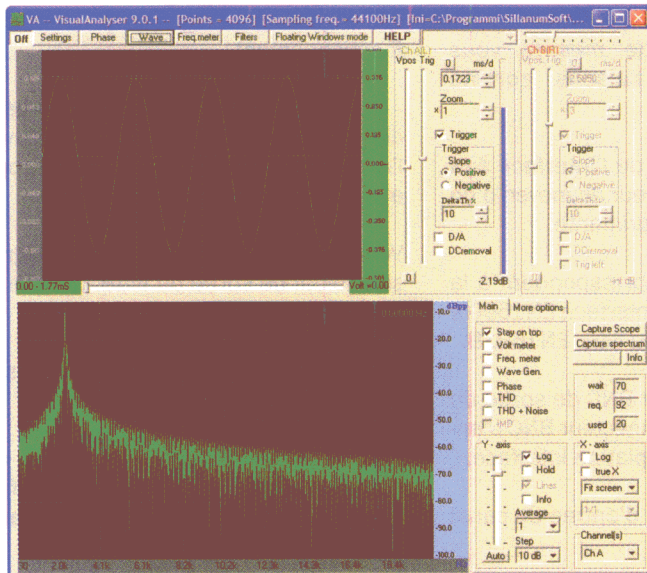

Figure 46 : Vous aurez alors à votre disposition un seul générateur mais avec un tracé bien continu.
- vous aurez alors à votre disposition un seul générateur (voir figure 44) mais avec un tracé bien continu (voir figure 46).